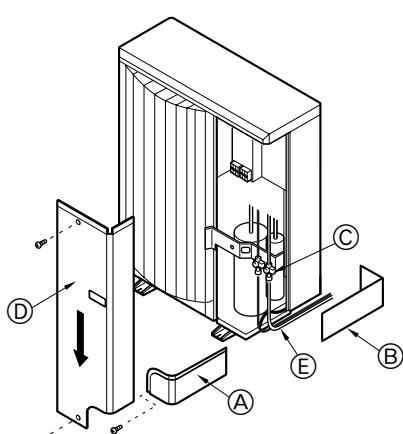
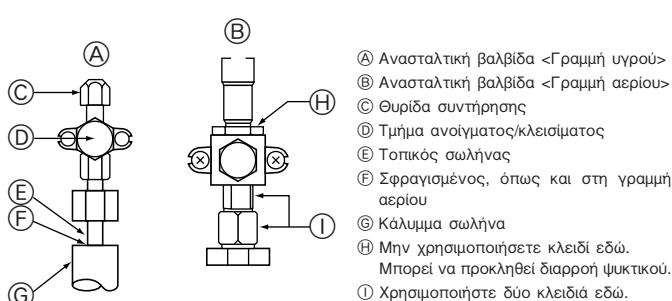

Fig. 4-2
Fig. 4-3
4.3. Σωληνώσεις ψυκτικού υγρού (Fig. 4-2), (Fig. 4-3)